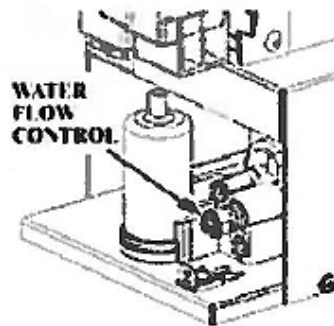

Figure 5.
10. Si la valeur est dans le rouge ou le jaune, ajustez le rapport de brix. Pour modifier le brix. il faut simplement reajuster le debit d'écoulement d'cau. Sur l'assemblage de vannes a l'intérieur du compartiment réfrigéré. face à l'utilisateur. se trouve la vis pour ajuster le débit de l'eau. ( Voir Figure 5.)